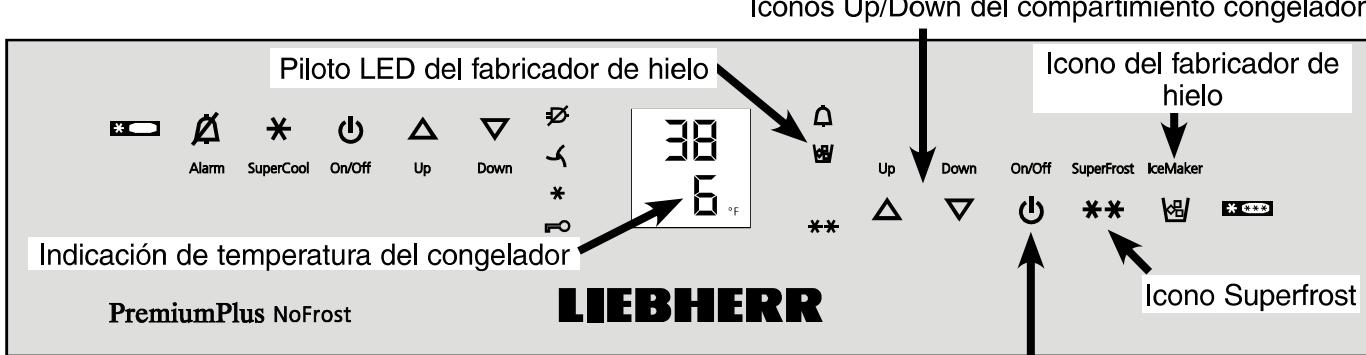

Figura 23 Icono On/Off del compartimiento congelador.
- Encienda el fabricador de hielo pulsando el icono de fabricador de hielo (**Figura 23**).
- Pulse el ícono IceMaker para que se encienda el piloto LED del fabricador de hielo (**Figura 23**).